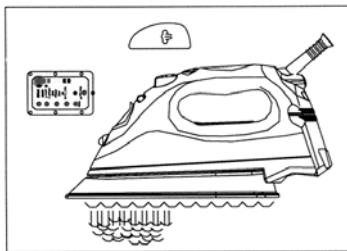

Fig. 2
4. Placez le fer sur son talon, sur une surface stable et protégée, puis laissez-le chauffer pendant environ deux (2) minutes ou jusqu'à ce que les réglages de température à droite de l'affichage DEL cessent de clignoter.
5. Tournez le bouton de commande variable de vapeur vers la droite pour obtenir plus de vapeur. Lorsque vous utilisez de la vapeur supplémentaire, le fer requiert plus d'eau et il pourrait donc être nécessaire de remplir le réservoir plus souvent. (Fig. 2)